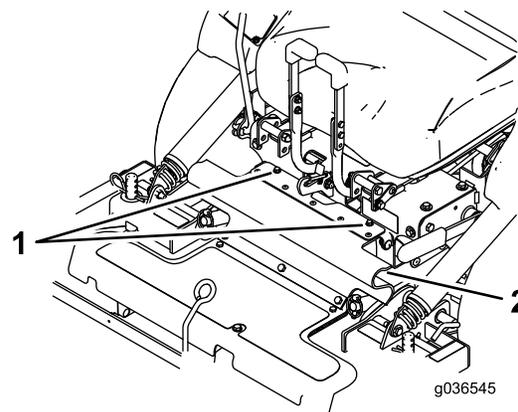

Рисунок 10
3. Ослабьте болты, прикрепленные к резиновому ограждению (Рисунок 10).